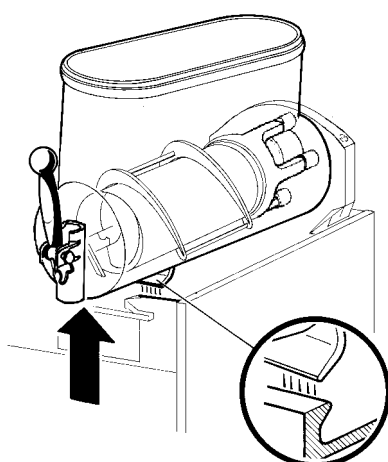

figure 8
- 2** Démontez le réservoir en poussant légèrement sa partie inférieure (côté robinet) vers le haut pour en libérer les crochets inférieurs (voir figure 8) et en le faisant ensuite glisser par